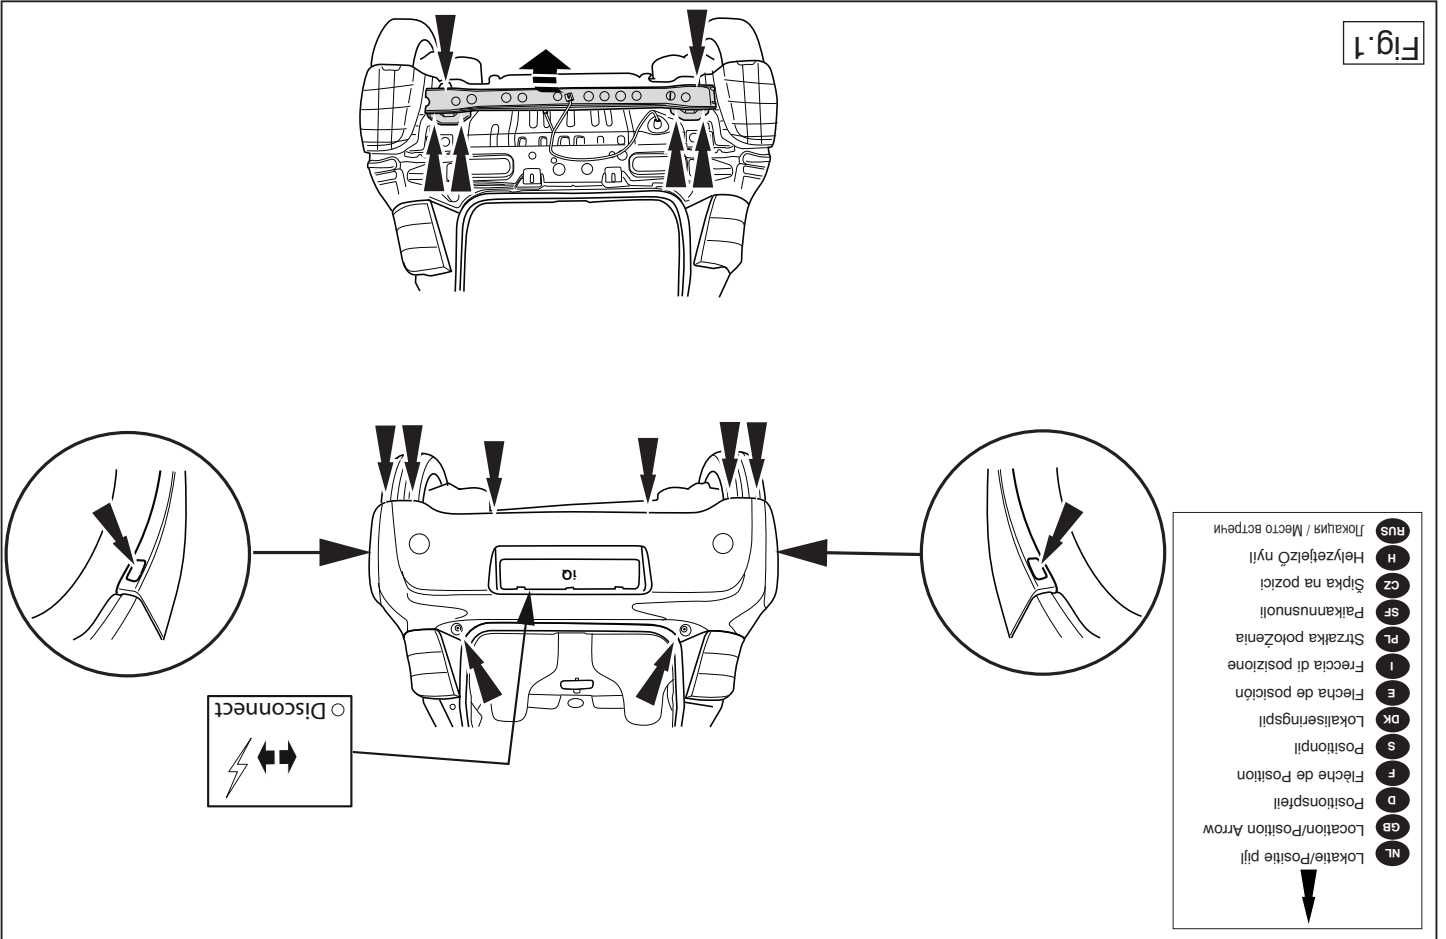

Fig. 1
1. Die Stoßstange einschließlich des stählernen Stoßbalkens vom Fahrzeug abmontieren. Siehe Abbildung 1.
1. Déposer le pare-chocs du véhicule y compris le butoir en acier. Voir la figure 1.
1. Снять бампер вместе со стальным буферным брусом автомобиля. См. рисунок 1.